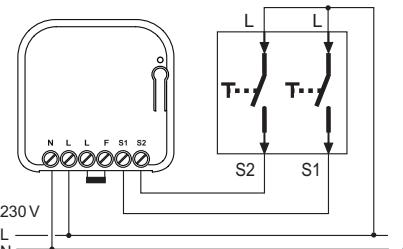
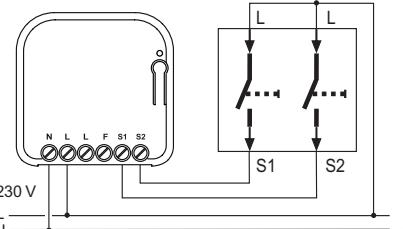

Abb. 1
Abb. 2
- Schließen Sie die Versorgungsleitungen und den Schalter (Abb. 1) bzw. Taster (Abb. 2+3) im spannungsfreien Zustand an.